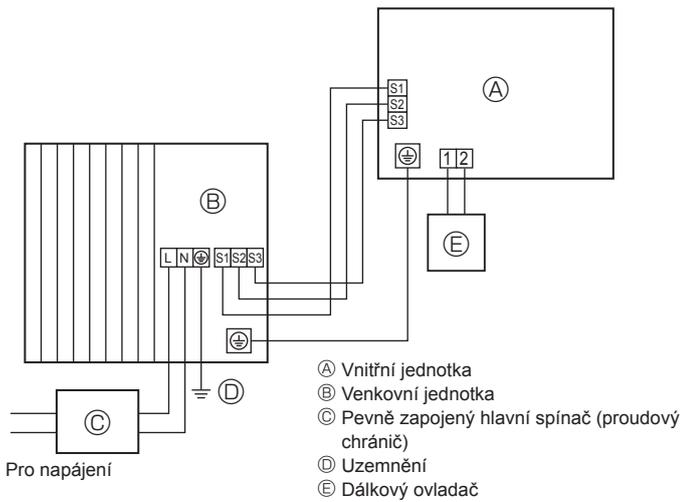
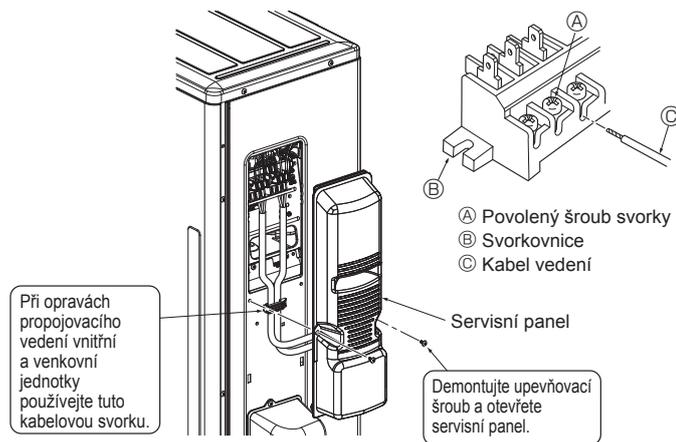
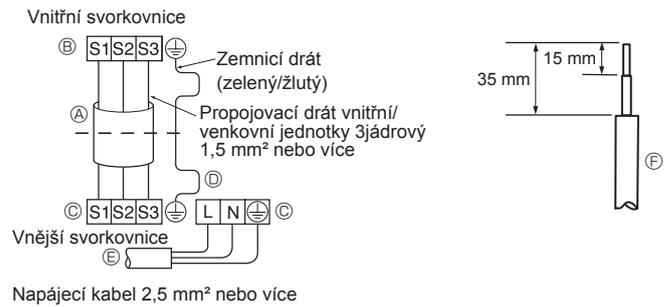

Fig. 6-1
Fig. 6-3
Fig. 6-2
### 6.1. Venkovní jednotka (Fig. 6-1, Fig. 6-2, Fig. 6-3)
- ① Sejměte servisní panel.
- ② Zapojte kabely podle ilustraci Fig. 6-1, Fig. 6-2 a Fig. 6-3.
- Proveďte instalaci elektrického vedení podle schématu vlevo dole. (Kabel si opatřete místně) (Fig. 6-2)